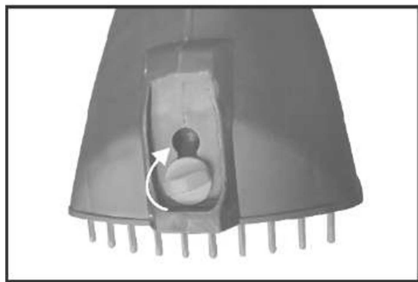

Fig. 5B
2. Verrouillez le bouton en tournant 90° dans le sens des aiguilles. (Fig. 5B)